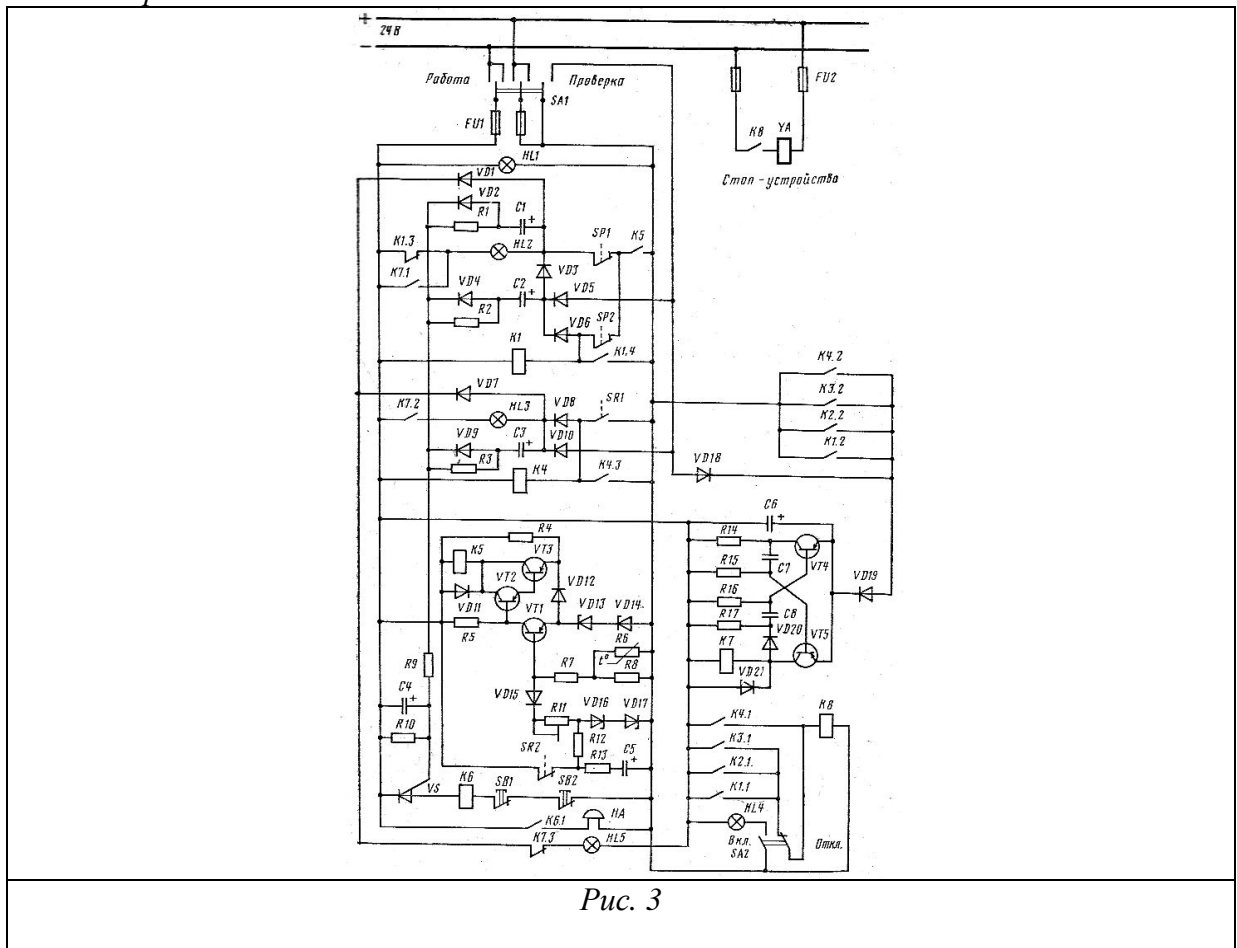

Рис. 3
4. Определить элементы схемы системы аварийно-предупредительной сигнализации СПАС-30 (рис. 3). Объяснить работу схемы, методы поиска неисправностей. Продемонстрировать работу системы, определить введенную в схему неисправность.